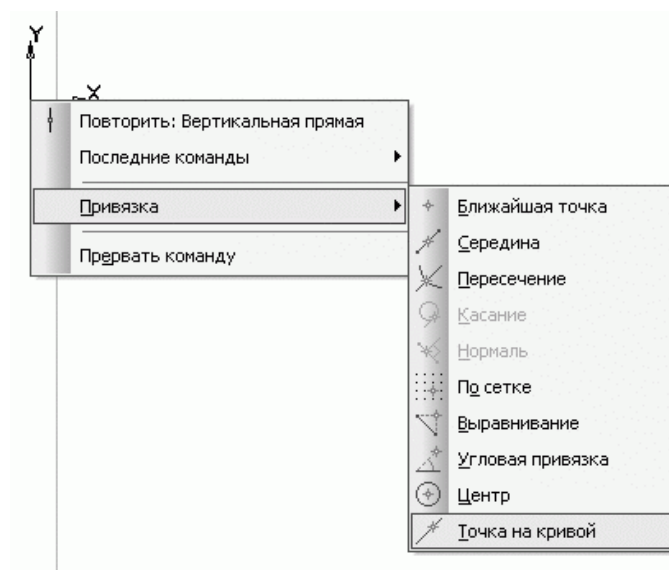

Рис. 2.101. Размещение точки начала координат нового вида
2. Перейдите на панель Ассоциативные виды компактной панели и нажмите кнопку Создать новый вид. На панели свойств задайте создаваемому виду имя Главный вид, масштаб – 1:2, а все остальные настройки оставьте установленными по умолчанию. Подведите указатель мыши к построенной вспомогательной прямой. Выполните команду Привязка > Точка на кривой контекстного меню (рис. 2.101). Щелкните кнопкой мыши возле вспомогательной прямой, приблизительно посередине между верхним краем листа и верхней точкой вида сверху. Сработает локальная привязка, и точка начала координат нового вида будет размещена точно на вертикальной прямой, то есть на одной линии с началом координат вида сверху.